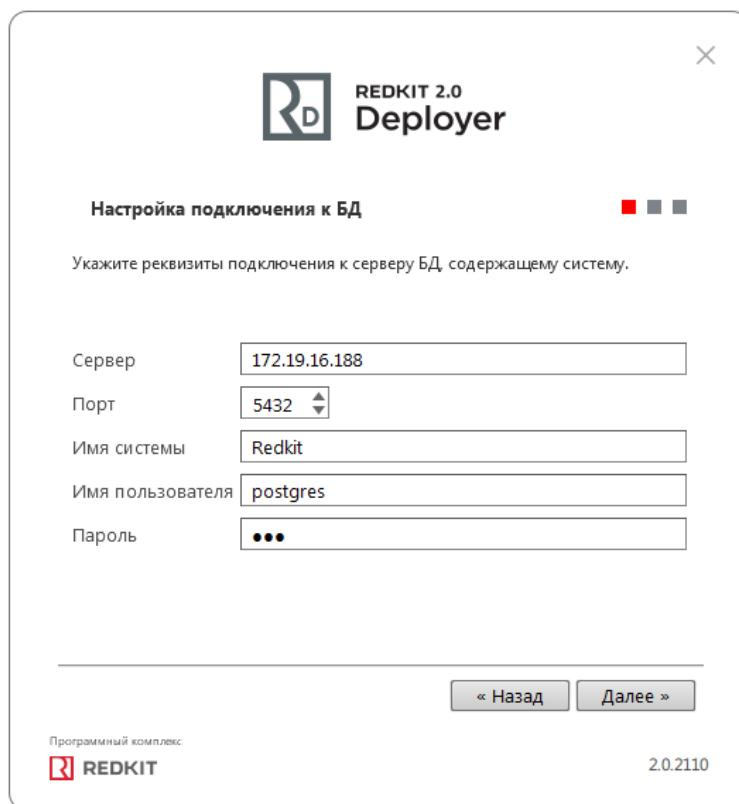

Рисунок 224 - Укажите реквизиты
3. Укажите реквизиты подключения к серверу БД, содержащему систему. Введите имя пользователя и пароль из п.6 раздела Установка Postgres (Рисунок 224). Нажмите **Далее**.